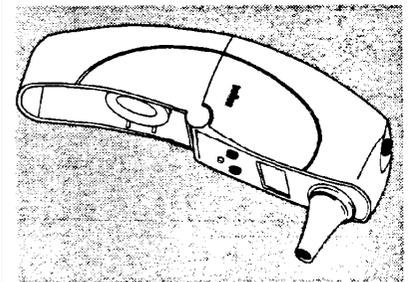

Abb. 14
- Überprüfen Sie die Linse jedes Mal, wenn Sie eine neue Schutzkappe aufsetzen. Legen Sie zur Reinigung der Linse das Thermometer auf die Seite (Abb. 14) und wischen Sie behutsam die Oberfläche der Linse mit einem mit Alkohol befeuchteten Wattestäbchen oder weichen Lappchen ab. Nach dem Reinigen das Thermometer in dieser Position mindestens 45 Minuten trocknen lassen, bevor Sie eine neue Schutzkappe aufsetzen und eine Temperaturmessung vornehmen. Achten Sie darauf, daß kein Alkohol an der Meßspitze herunter in das Innere des Gerätes läuft, da dies das Thermometer beschädigen und die Meßergebnisse beeinträchtigen kann. Ist die Linse beschädigt, wenden Sie sich an den Braun Kundendienst.